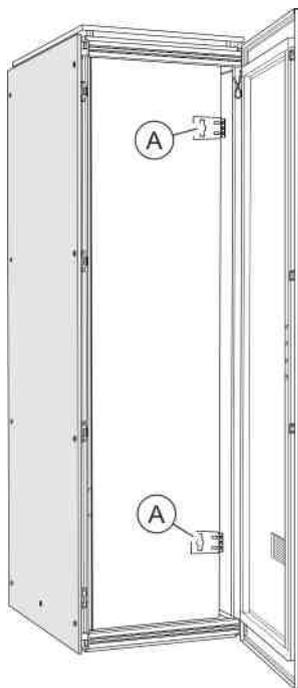

Abb. 15: Rack mit Einhängewinkeln
3. ➤ Einhängewinkel (Abb. 15/Ⓐ) von der PDU abnehmen und an die markierten Stellen ans Rack anschrauben.